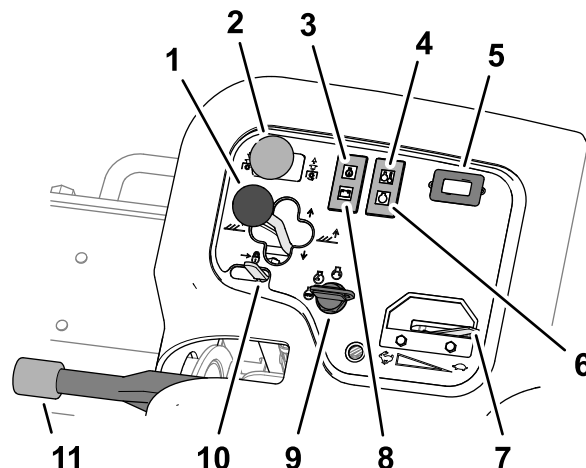

Bild 43
- Um die Mähwerke auf den Boden abzusenken, schieben Sie den Mähwerk-Ganghebel nach vorne in die ABSENKEN-Stellung (Bild 43).
Der Mähwerkantriebsschalter (Bild 43) hat 2 Stellungen: AKTIVIERT und DEAKTIVIERT. Der Kippschalter aktiviert eine Stromspule im Ventilverteiler, der die Mähwerke aktiviert.
Die Öldruck-Warnlampe (Bild 43) leuchtet auf, wenn der Öldruck unter ein sicheres Niveau abfällt.
Die Temperaturwarnlampe (Bild 43) leuchtet auf, wenn die Motorkühlmittel-Temperatur zu hoch ist. Bei dieser Temperatur schalten die Mähwerke ab. Wenn die Kühlmitteltemperatur um weitere 5,5°C ansteigt, wird der Motor abgeschaltet, um eine weitere Beschädigung zu vermeiden.
Der Betriebsstundenzähler (Bild 43) zeigt die Stunden an, die der Motor gelaufen hat. Der Betriebsstundenzähler beginnt zu laufen, sobald der Zündschlüssel auf „Ein“ gedreht wird.
Die Glühkerzenlampe (Bild 43) leuchtet, wenn die Glühkerzen eingeschaltet sind.
Bewegen Sie die Gasbedienung (Bild 43) nach vorne, um die Motordrehzahl zu erhöhen und nach hinten, um die Drehzahl zu reduzieren.
Die Lichtmaschinenlampe (Bild 43) schaltet sich aus, wenn der Motor läuft. Wenn die Lichtmaschinenlampe aufleuchtet, während der Motor läuft, überprüfen Sie das Ladesystem und reparieren Sie es gegebenenfalls.
Verwenden Sie den Zündschalter (Bild 43), um den Motor und die Beleuchtung einzuschalten. Der Zündschalter hat drei Stellungen:
Bewegen Sie den Hubhebelriegel (Bild 43) nach hinten, um das Absinken der Mähwerke zu verhindern.
Wenn Sie den Motor abstellen, aktivieren Sie die Feststellbremse (Bild 43), sodass sich die Maschine nicht aus Versehen bewegt. Um die Feststellbremse zu aktivieren, ziehen Sie den Hebel nach oben; drücken Sie den Hebel nach unten, um die Bremse zu lösen.